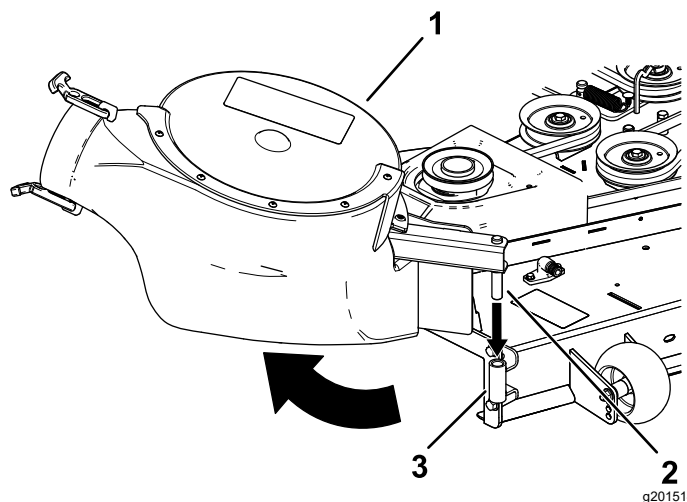

Figura 23
2. Insira o pino de articulação do soprador através do conjunto do soprador e rode o conjunto do soprador para dentro para a máquina (Figura 23).